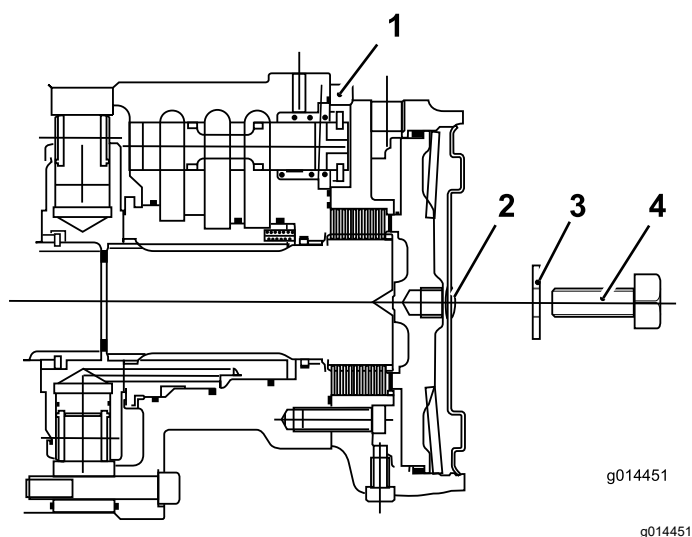

Figure 39
- C. Placez le bouchon hexagonal dans la plaque d'extrémité du moteur (Figure 39).